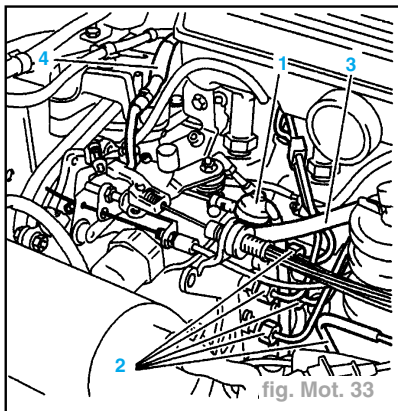

fig. Mot. 33
- Désaccoupler (fig. Mot. 33) :
- l'alimentation (1) de l'électrovanne de la pompe d'injection.
- les vis (6) à 5 daN.m.
- les tuyauteries d'injection (2) (fig. Mot. 33).
- le tuyau (3) d'alimentation de la pompe d'injection.
- le tuyau (4), retour au réservoir.